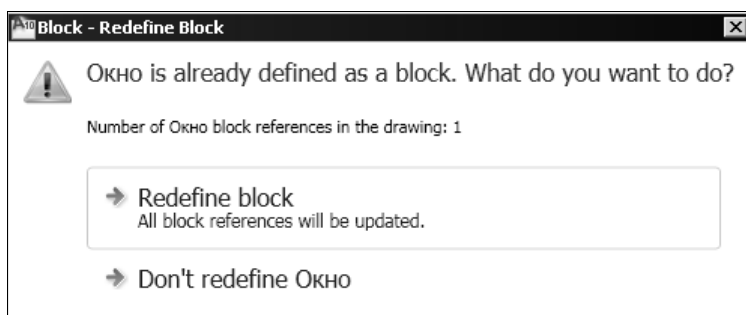

Рис. 16.2. Информационное окно для подтверждения переопределения блока
3. Выберите новые объекты и точку вставки блока, а затем щелкните мышью на кнопке **OK** для выхода из диалогового окна **Block Definition** (Определение блока). Появится информационное окно, предлагающее подтвердить переопределение блока (рис. 16.2).